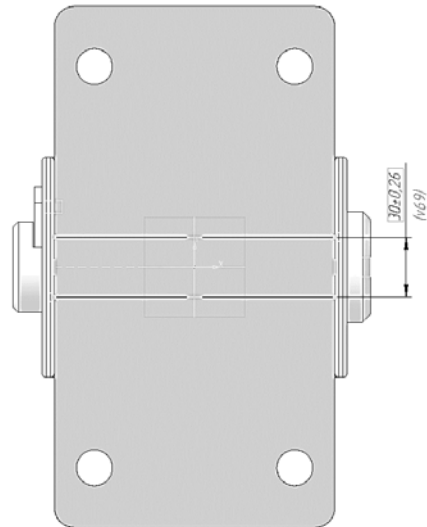

Рис. 51. Построение прямоугольника
- 3.2.6 Прямоугольник переместится в середину основания (рис. 51).